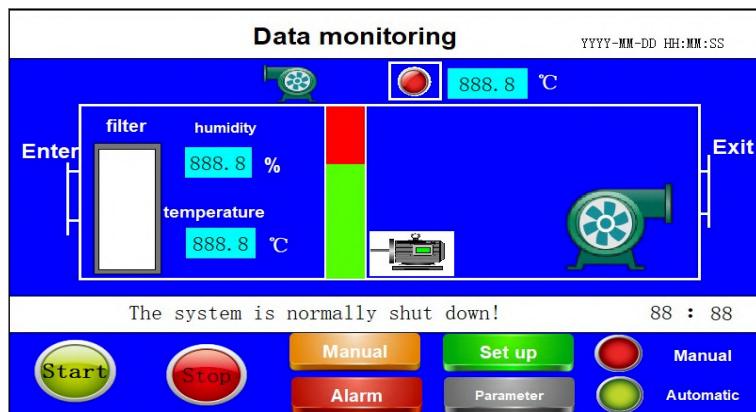
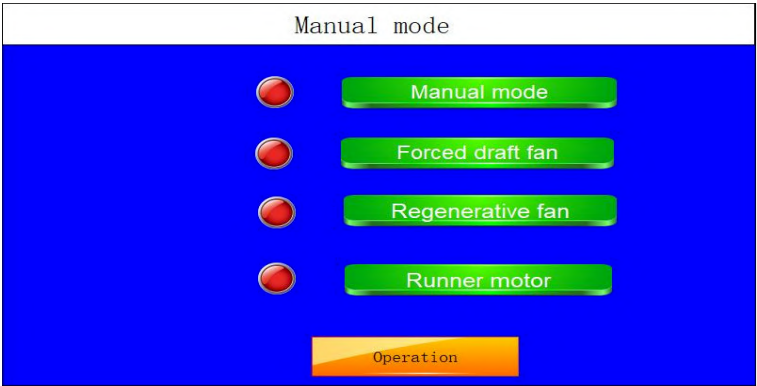
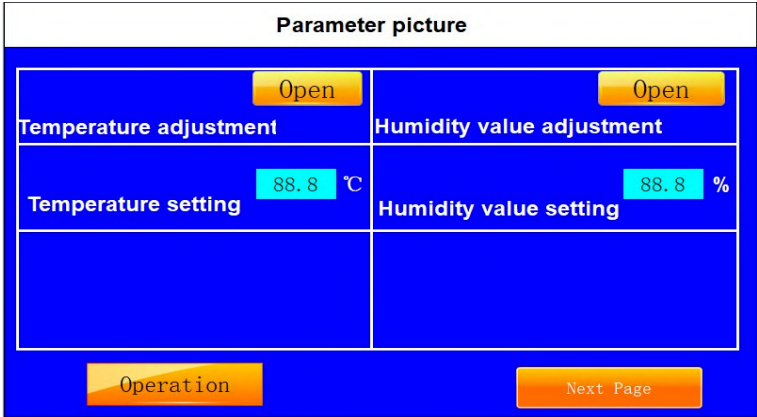

Figura 1
Figura 2
Figura 3
Após a ligação, o visor realizará primeiro um autoteste. Após o autoteste ser bem-sucedido, pressione "Entrar no sistema" na tela de monitoramento de dados, conforme mostrado na Figura 1:
(1) Pressione a tela "Manual mode" na Figura 1 para entrar na tela de teste de saída, conforme mostrado na Figura 2:
(2) Nessa tela, você pode pressionar manualmente os botões "Runner motor" (Motor da correia transportadora), "Regenerative Fan" (Ventilador regenerativo), "Forced draft fan" (Soprador de ar) para testar se cada motor está funcionando normalmente.
(3) Pressione o botão "Parameter" (Parâmetro) na Figura 1 para entrar na tela de configuração de parâmetros da unidade, conforme mostrado na Figura 3:
(3) Pressione "PDI Parameter" na Figura 1 para visualizar os parâmetros PID relacionados à temperatura atuais.